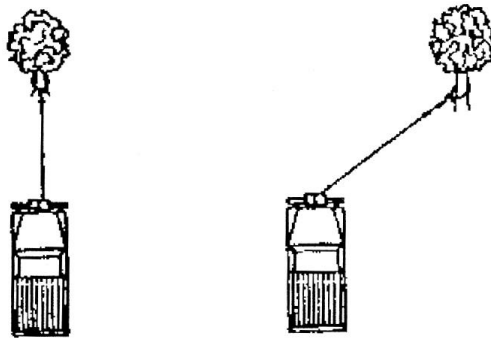

Abb. 5
- Vermeiden Sie das Ziehen aus extremen Winkeln. Dies führt dazu, dass das Seil nur an einem Ende der Seiltrommel aufgewickelt wird (Abb. 5).